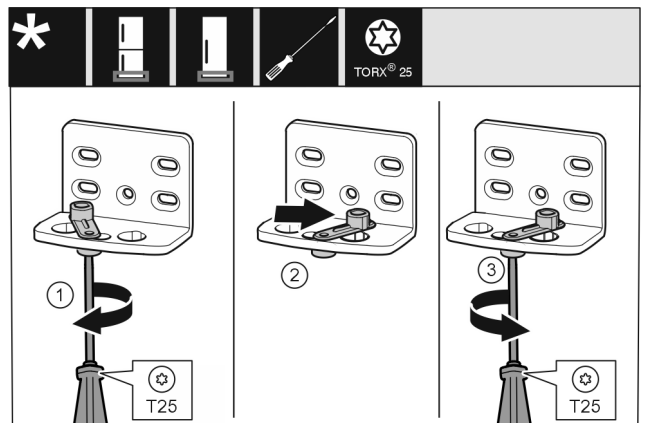

Fig. 16
- ▶ Visser sans serrer la vis Fig. 16 (1) avec un tournevis.
- ▶ Soulever l'aide à la fermeture de la porte Fig. 16 (2) et la tourner à 90° vers la droite dans l'alésage.
- ▶ Serrer la vis Fig. 16 (3) avec un tournevis.